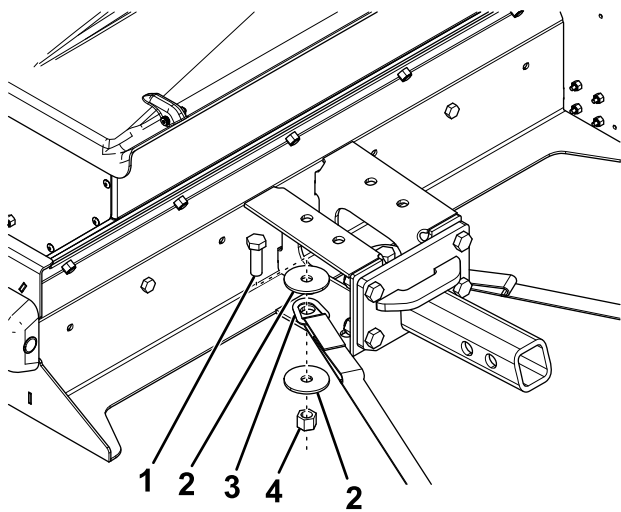

Figure 14
- Fixez l'anneau en D des sangles à cliquet sur le support de montage l'épandeur à l'aide de 2 boulons (½ x 1½ po), 4 rondelles (½ po) et 2 contre-écrous (½ po), comme montré à la Figure 14.